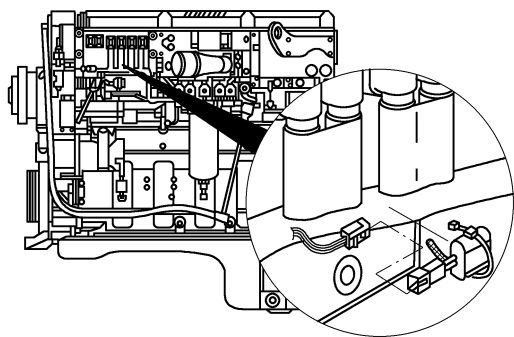
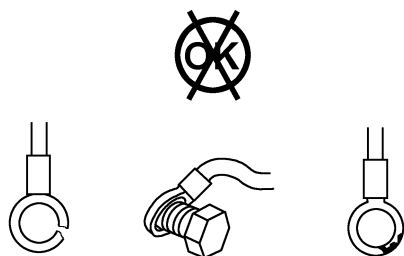

图 5-110 剪断扎条,从发动机线束上断开备用模块
图 5-111 检查线束接地是否松动或损坏
(2) 拆卸 在主发动机线束上找到实时时钟蓄电池备用模块,剪断固定模块的扎条,清洁模块线束周围,从发动机线束上断开蓄电池备用模块,如图 5-110 所示。
(3) 安装 清洁备用模块和线束插头中的污垢,将备用模块连接到发动机上,使用导线扎条将备用模块固定在主发动机线束上。
① 检查发动机线束接地是否松动、腐蚀或断裂,如图 5-111 所示。